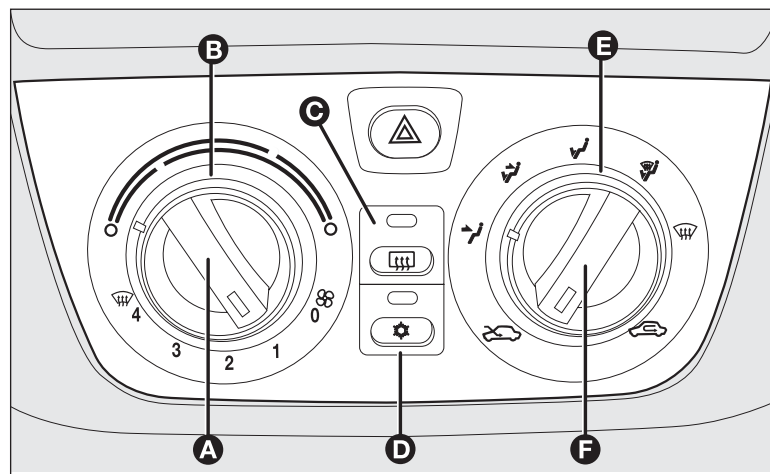

fig. 59
Ruotare verso destra (indice sul settore rosso) la ghiera girevole **B-fig. 59** per aumentare la temperatura o verso sinistra per diminuirla;
- ☐ posizionare la ghiera girevole **B-fig. 59** sul settore blu;
Posizionare la manopola **F-fig. 59** su .
- ☐ ruotare la ghiera girevole **B**-fig. 59 sul settore rosso;
- ☐ disinserire il ricircolo aria interna posizionando la manopola **F**-fig. 59 su ;
Premere il pulsante **C-fig. 59** per attivare questa funzione: l'avvenuto inserimento della funzione è evidenziato dall'accensione del led sul pulsante stesso.
- ☐ ruotare la ghiera girevole **B-fig. 59** sul settore blu per selezionare la temperatura;
- ☐ disinserire il ricircolo aria interna posizionando la manopola **F-fig. 59** su .